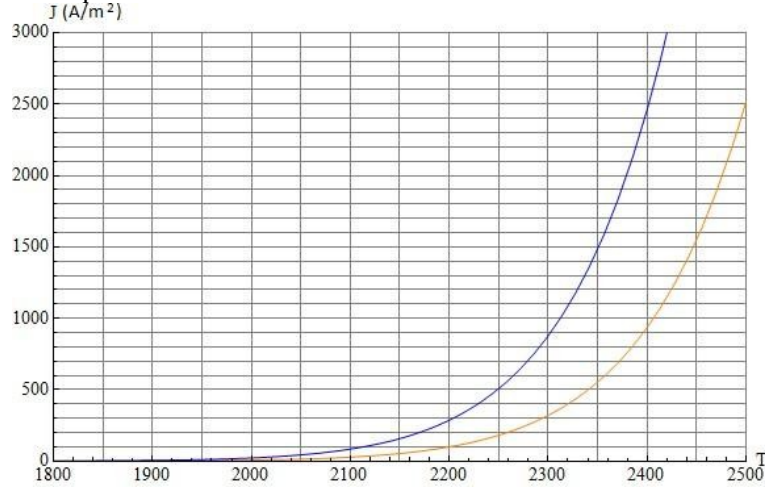

Figura 3: Ley de Richardson - Dos materiales distintos
La Figura 3 muestra la dependencia de la densidad de corriente con la temperatura para dos materiales distintos.
Pregunta 1 En la Figura 3 aparece una curva naranja y otra azul, ¿cuál corresponde al tungsteno (W) y cuál al cobre (Cu)?
1. En la Figura 3 aparece una curva naranja y otra azul, ¿cuál corresponde al tungsteno (W) y cuál al cobre (Cu)?